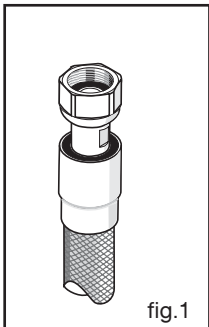

fig.1
- Les échauffements produits par son fonctionnement classent cette cuisinière en classe 1 (appareil isolé) ou en classe 2 - sous classe 1 (incorporable ou non incorporable, fig.1), selon norme gaz : EN 30-1-1.
Vous devez respecter les cotes d'encastrement suivantes (**fig.1 et 2**):
- Pour les gaz distribués par une canalisation (gaz naturel), le raccordement s'effectue (fig.1) :
- soit par tuyau flexible avec embouts mécaniques filetés (fig. 1).